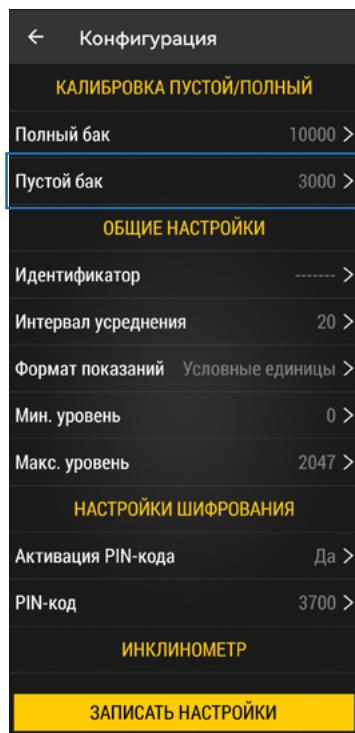

Рис.16. Меню «Конфигурация»
- В меню «Конфигурация» выберите «Пустой бак» (**Рис.16**). Откроется меню установки показаний пустого бака. Анимация на экране отображает текущие показания и наличие колебаний.